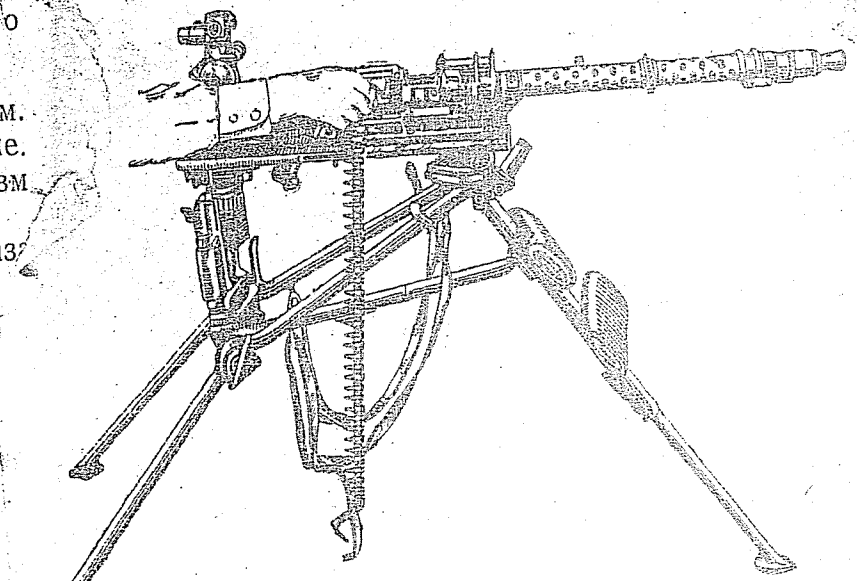

Рис. 55. Как повернуть кожух для смены ствола
3. Повернуть кожух вместе со стволом за рукоятку выключателя слева направо (рис. 55).